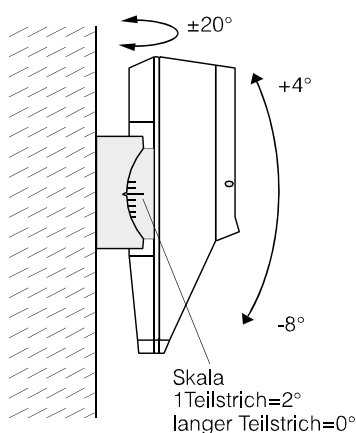

Abbildung 5.1
5.5.3 Wandmontage, 0° (Abb. 5.1)